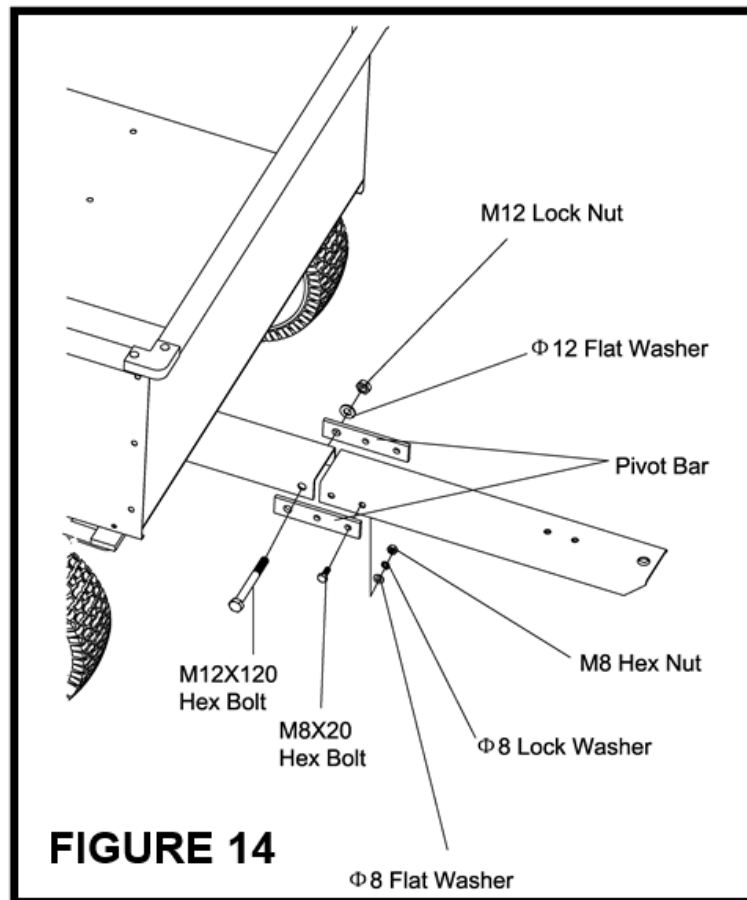

Abbildung 14
31. Verbinden Sie die beiden Drehstangen mit der vorderen Anhängerkupplung mit vier M8X20 Sechskantschrauben, Ø8 Sicherungsscheiben, Ø8 Unterlegscheiben und M8 Sechskantmutter. Noch nicht festziehen. Siehe **Abbildung 14**.
32. Befestigen Sie die Drehstangen mit einer M12X120 Sechskantschraube, einer Ø12 Unterlegscheibe und einer M12 Sechskantmutter an der hinteren Anhängerkupplung. Ziehen Sie die Mutter so fest an, dass sich die vordere Anhängerkupplung noch drehen lässt. Ziehen Sie nun die vier Sechskantschrauben, Unterlegscheiben und Sechskantmutter fest, die in Schritt 31 an der vorderen Anhängerkupplung montiert wurden. Siehe **Abbildung 14**.